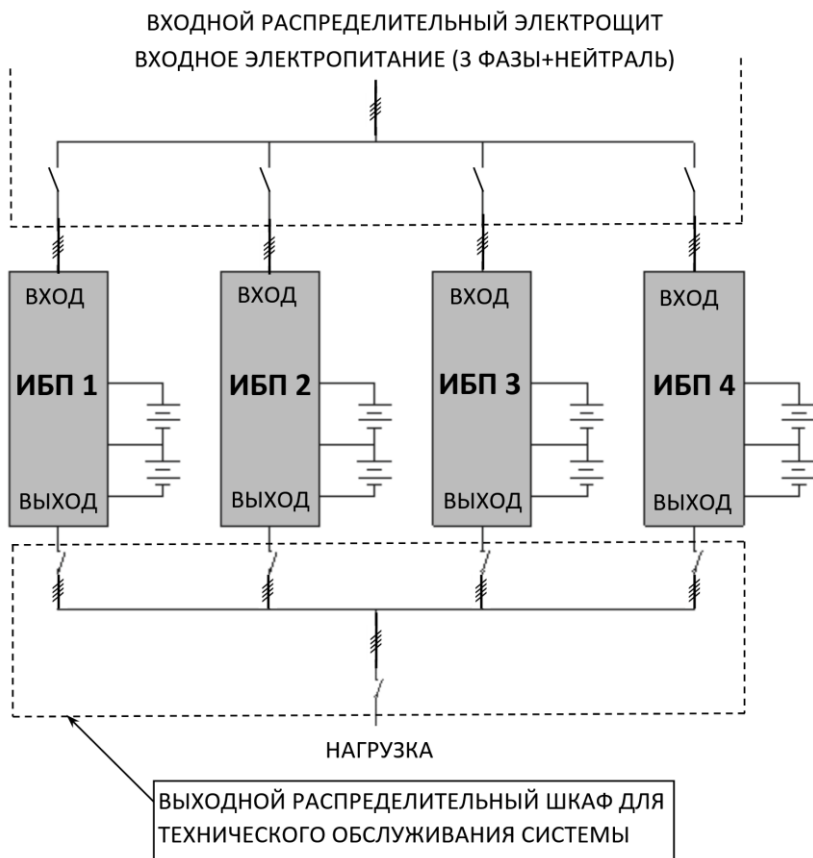
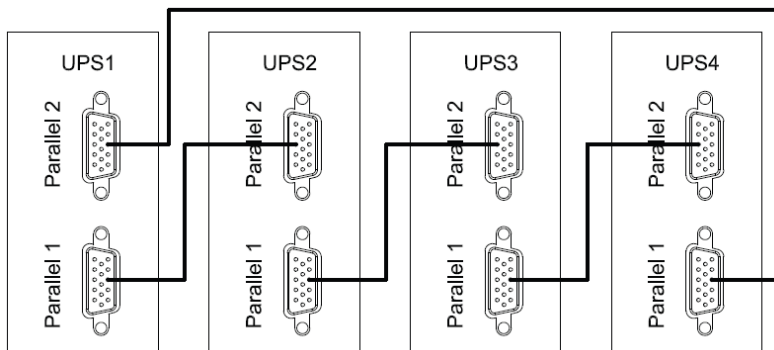

Рисунок 24 — Пример схемы подключения четырех изделий в систему параллельного резервирования с выходным распределительным шкафом.
Рисунок 25 — Схема соединения изделий в «кольцо» через параллельные порты.
Изделие имеет встроенный параллельный контроллер и может работать в системе бесперебойного питания с параллельным резервированием (см. рисунок 24 и рисунок 25). Целью такой системы является либо повышение надежности (резервирование), либо увеличение общей выходной мощности (масштабирование). При исправности всех соединенных параллельно изделий (от двух до четырех) нагрузка равномерно распределяется между ними, а в случае выхода из строя одного из изделий — перераспределяется между исправными изделиями, неисправное изделие отключается от системы.
<p>ВНИМАНИЕ!</p> <p>Установите дополнительные внешние выходные выключатели (см. рисунок 24) между выходными клеммами каждого изделия и общими шинами, тщательно соблюдая фазировку.</p>
- отключите входное сетевое питания каждого изделия. Убедитесь в том, что все внешние выключатели разомкнуты (см. рисунок 24);